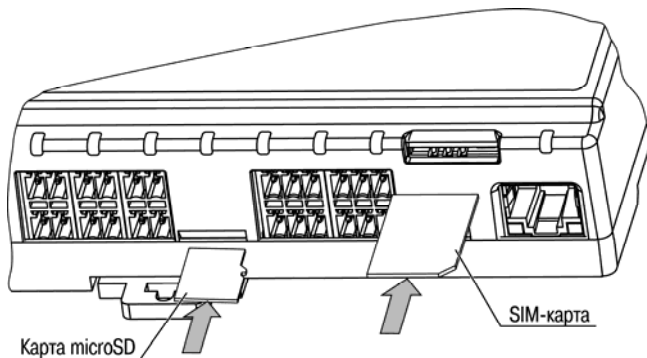

Рисунок 6.3 – Установка microSD и SIM-карты
6.2.6 Подключение microSD/microSDHC карты допускается, в том числе, и при включённом питании ПЛК. При этом необходимо программно предусмотреть приостановку работы с картой. Карта устанавливается контактами в сторону DIN-рейки (см. рисунок 6.3).
6.2.7 При использовании GSM/GPRS-модема необходима антенна, подсоединяемая к винтовому гнезду типа SMA. Антенна не входит в комплект поставки и приобретается отдельно. Установку/замену SIM-карты стоит производить при отключённом питании ПЛК323 и питании подключённых к нему устройств. SIM-карта устанавливается контактами в сторону DIN-рейки и скошенным уголком наружу (см. рисунок 6.3). Для извлечения SIM-карты рекомендуется воспользоваться пинцетом.